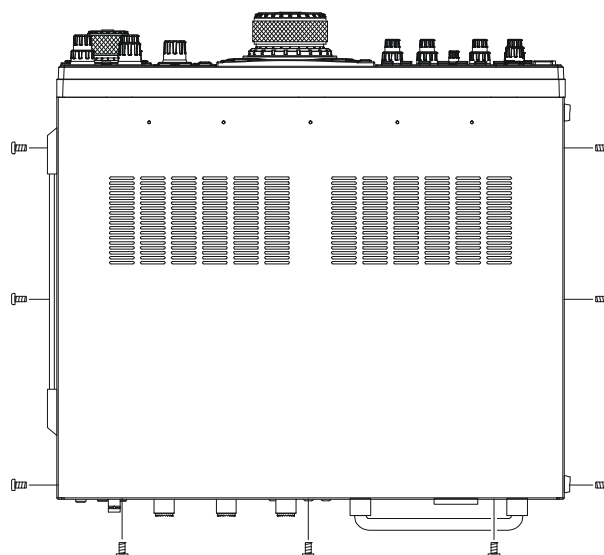

FIGURE 1
3. Wie in Abbildung 1 dargestellt, je drei Schrauben an den Seitenteilen des Transceivers und die drei Schrauben an der oberen Kante der Rückseite lösen. Gehäuseoberteil 1 cm nach hinten schieben und abnehmen.